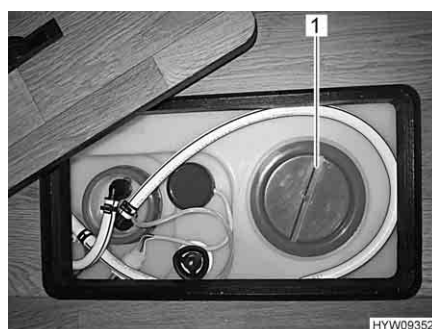

Fig. 179 Apertura per la pulizia (serbatoio dell'acqua)
- Staccare il coperchio (Fig. 179,1) del serbatoio dell'acqua.